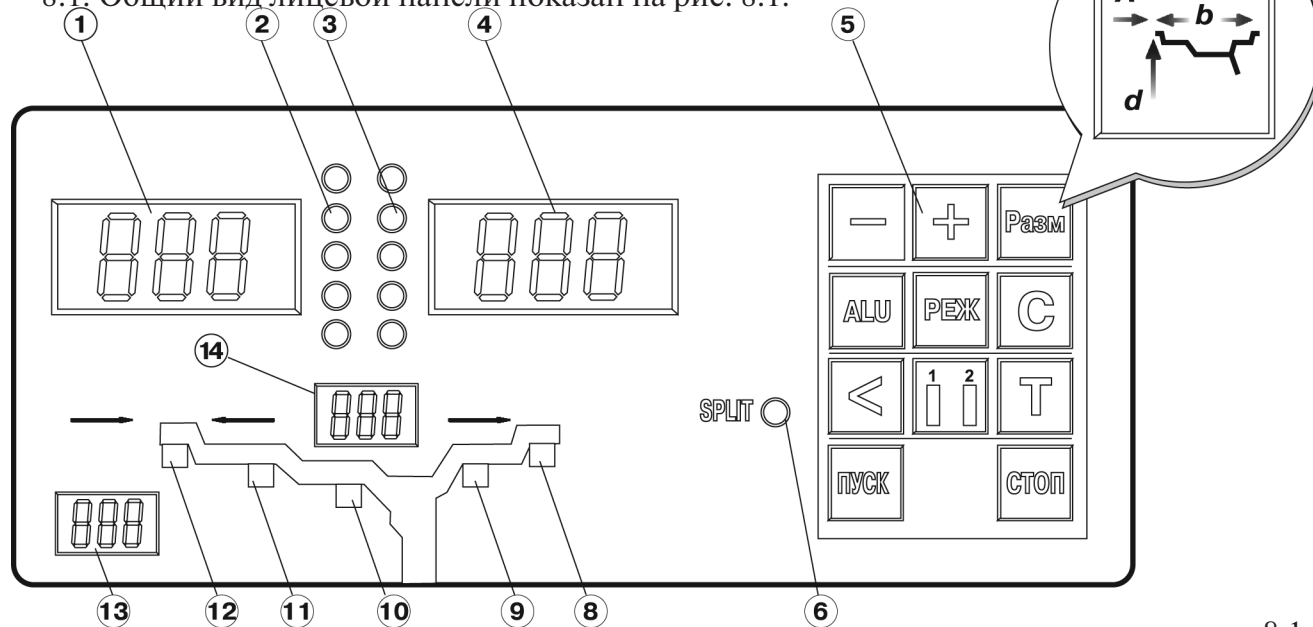

рис. 8.1.
8.1. Общий вид лицевой панели показан на рис. 8.1.
(рис.8.1.) соответственно.
При выдвигении штанги на индикаторах 1 (рис. 8.1) отображается символ «А», а на индикаторах 4 значение параметра «А». Значение параметра «d» отображается на индикаторах 13. После возвращения штанги в исходное состояние на индикаторах 1 и 4 некоторое время сохраняется значение параметра А, затем показания на них возвращаются к отображению текущих значений масс корректирующих грузов. На индикаторах 13 сохраняется вновь установленное значение параметра «d».
Ширина обода отображается на индикаторах 14 (рис.8.1). Если считанная с обода или измеренная ширина отличается от показаний на индикаторах 14, то кнопками «-» и «+» установить на индикаторах 14 требуемое значение ширины.
Дважды нажать кнопку «А, d, b», после чего на индикаторах 1 (рис.8.1) загорается символ «А», а на индикаторах 4 исходная величина дистанции. Нажимая кнопки «-» и «+» установить на индикаторах 4 требуемую величину дистанции. Через 2-3 сек после установки дистанции показания на индикаторах 1 и 4 возвращаются к отображению текущего дебаланса, а кнопки «-» и «+» возвращаются в режим ввода ширины обода.
Эта функция обеспечивается тем, что каждый раз при вводе новых геометрических параметров и установке требуемой программы ALU, предыдущее состояние запоминается. Для перехода от одного набора параметров к другому необходимо нажать кнопку «1-2». Визуальный контроль того, какие параметры установлены в данный момент, осуществляется по индикаторам 13 и 14 (рис.8.1), отображающие установленные в данный момент диаметр и ширину обода.
12.2. Переключение схем ALU1-ALU5 осуществляется последовательным нажатием кнопки «ALU» при этом схема установки грузов отображается загоранием соответствующих светодиодов 8-12 (рис.8.1), кроме того, на индикаторах 1 отображаются символы ALU, а на индикаторах 4 номер 1-5. Через 2-3 сек. после установки требуемой программы ALU индикаторы 1-4 переходят в режим отображения дебаланса.
13.3. Для входа в программу Split нажмите кнопку РЕЖ., после чего загорается светодиод 6 (рис.8.1) и на индикаторах 1 загораются символы «SP», означающие, что необходимо ввести число спиц обода колеса, подлежащего балансировке. При этом на индикаторах 4 загорается цифра 5. Если число спиц колеса отличается от 5, кнопками «-» и «+» установить на индикаторах 4 фактическое число спиц колеса.
13.4. Запустите СБ. После останова вала установите любую спицу обода колеса вертикально вверх (на 12 часов) и нажмите кнопку С. После чего, на индикаторе 1 и линейке 2 (рис.8.1) будут указаны величина и место установки корректирующего груза на внутренней плоскости.
14.1. При включении тумблера питания СБ на индикаторах 1 (рис. 8.1) высвечивается трехзначное число – номер версии программного обеспечения. Через 2-3 сек на индикаторах 1 и 4 должны загореться нули, на индикаторах 13 – исходное значение диаметра обода, на индикаторах 14 – исходное значение ширины обода, кроме того должны загореться светодиоды 8 и 12, что свидетельствует о включении режима стандартной балансировки с установкой на обеих плоскостях коррекции грузиков на пружинках. На линейках 2 и 3 (рис. 8.1) должны загореться центральные светодиоды.
14.2. При включении СБ программа измерения дебаланса настраивается таким образом, что дебаланс менее 8 г (заводская установка) на любой плоскости коррекции не показывается, в этом случае на индикаторах 1 и 4 (рис. 8.1) высвечиваются «0». Минимальный дебаланс отображающийся на индикаторах 1 и 4 равен 8г. Дебаланс, превышающий 8г, округляется до величины кратной 5, т. е. дебаланс 9, 10, 11 и 12 г отображается цифрой 10, дебаланс 13, 14, 15, 16 и 17 г – цифрой 15 и т. д. Для просмотра неокругленного значения дебаланса или дебаланса менее 8г. необходимо нажать кнопку «<<», при этом на индикаторах 1 и 4 на 2-3 сек высвечиваются фактические значения дебаланса, определенные в данном запуске.
14.3. Исходные значения диаметра и ширины обода, отображаемые на индикаторах 13 и 14 (рис. 8.1) после включения СБ, а также значение минимального дебаланса, который показывается на индикаторах 1 и 4, по желанию потребителя могут быть изменены. Процедура их изменения описана ниже в разделе 15 (п. 15.2.) «Установка рабочих параметров».
14.5.1. Поднимите защитный кожух. Вручную поворачивайте колесо, при этом свечение светодиодов на линейках 2 и 3 (рис. 8.1.) будет перемещаться, и в какой-то момент на одной из линеек загорятся все светодиоды и цвет их свечения сменится на зеленый.